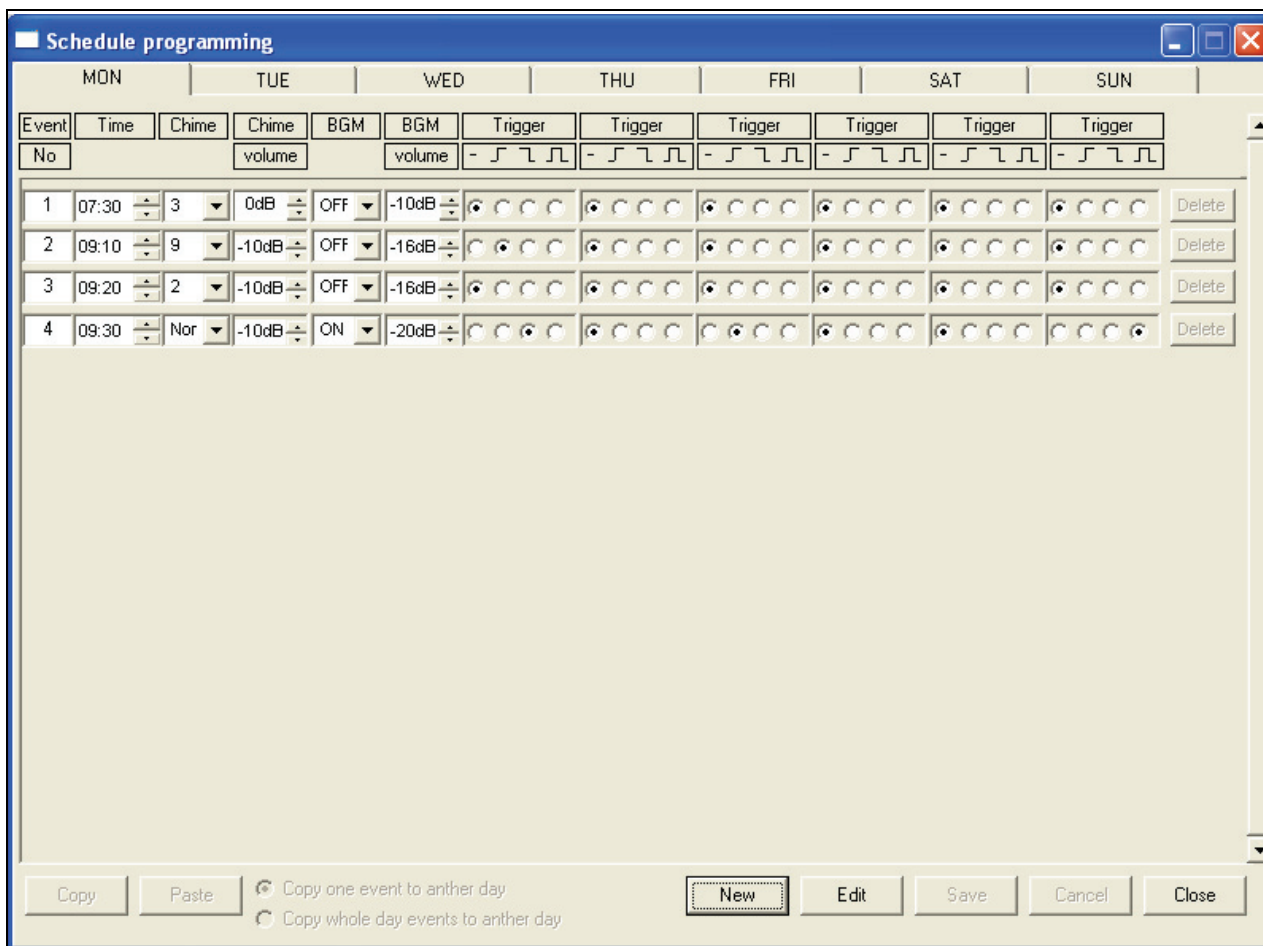

figura 8.15: Janela Schedule programming
- receber propriedades individuais como, por exemplo, a hora a que o evento ocorre e o tipo de sinal sonoro ou accionamento necessário (consulte a figura 8.15).
- 2 Seleccione o ficheiro de configuração que pretende abrir e clique em Open. A configuração será carregada e visualizada na janela Schedule programming (consulte a figura 8.15).